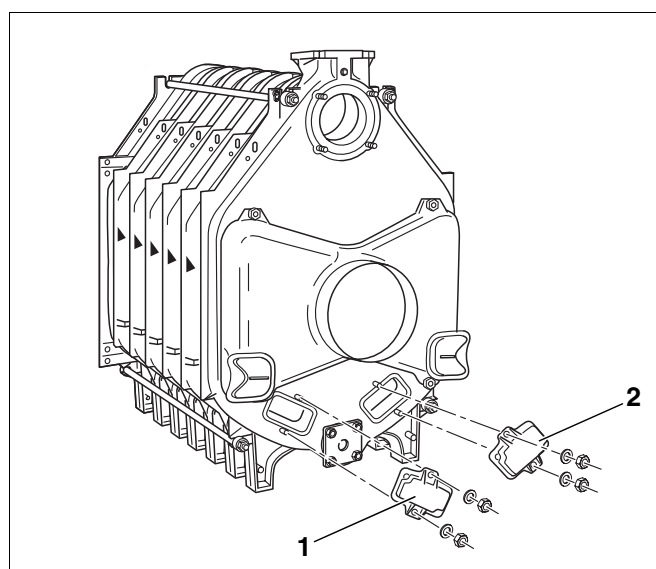

Abb. 30 Reinigungsdeckel montieren
- Reinigungsdeckel wieder mit Unterlegscheiben und Muttern am Hinterglied anschrauben (Abb. 30, **Pos. 1** und **2**).